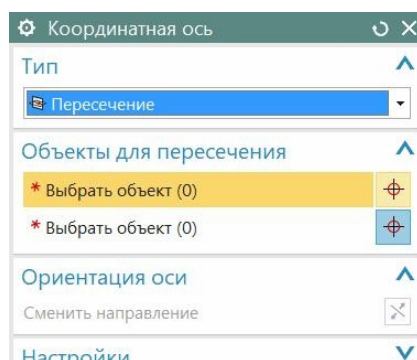

рис.25
• Соответствующее диалоговое окно представлено на рис. 25.